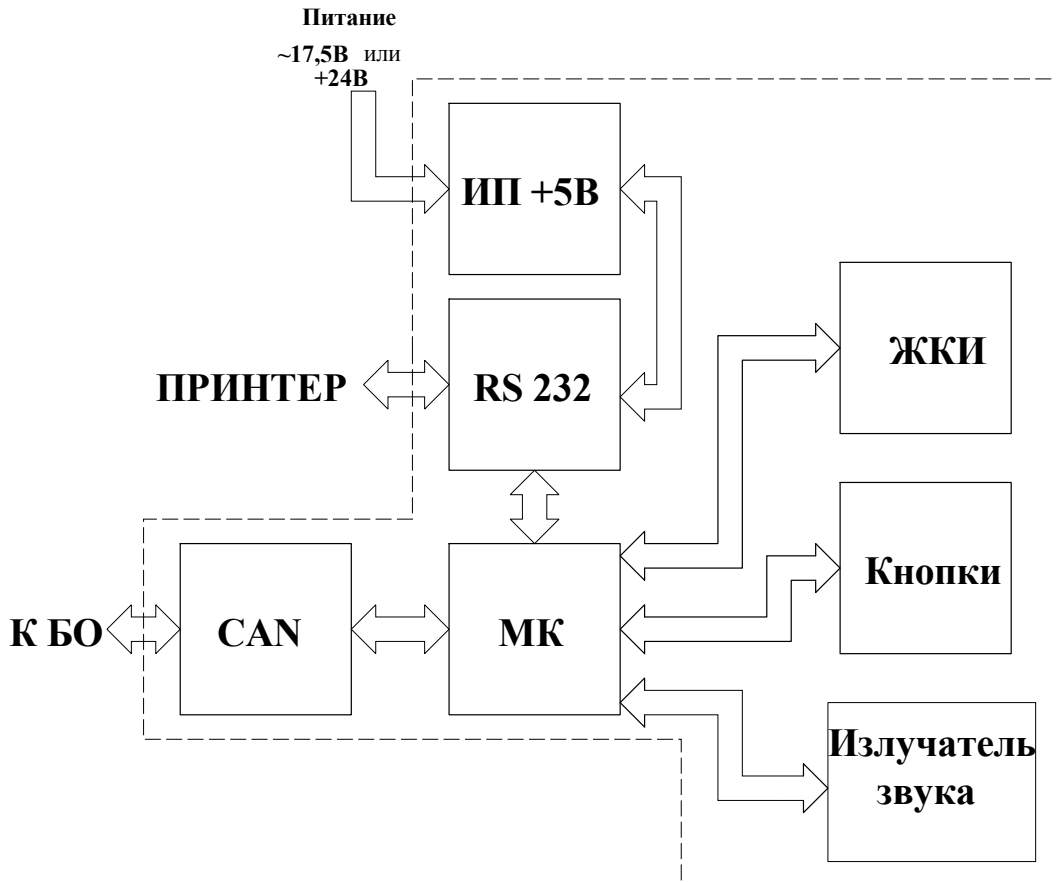

Рис.3 Структурная схема блока индикации РС
1.5.1.2. Структурная схема блока индикации представлена на рис.3 и содержит: микроконтроллер МК, жидкокристаллический индикатор ЖКИ, две кнопки, двухпроводный интерфейс CAN и RS 232, источник питания +5В и пьезоизлучатель звука.